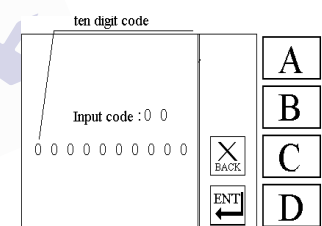
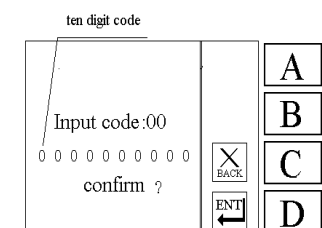

Fig. 12.1.4
Fig. 12.1.5
3. Na Fig.12.1.2, pressione a tecla **C** uma vez para mostrar a Fig.12.1.3. Após dois segundos a Fig.12.1.4 será automaticamente mostrada.
4. Na Fig.12.1.4, insira o código (10 dígitos). Pressione as teclas de direção
5. Na Fig.12.1.4, pressione a tecla **D** para mostrar a Fig.12.1.5 e confirmar os códigos de entrada. Pressione a tecla **C** para sair da operação e retornar à tela da etapa 4 (Fig.12.1.4).
6. Na Fig.12.1.5, pressione a tecla **D** para desfazer o código geral original e todos os códigos secundários e retorne, quando o código inserido estiver de acordo com o código geral. Se o código inserido estiver errado pressione a tecla ESC para retornar à tela da etapa 3 (Fig.12.1.2). Pressione então a tecla **C** uma vez para retorna à tela da etapa 4 (Fig.12.1.4), e insira novamente o código geral.